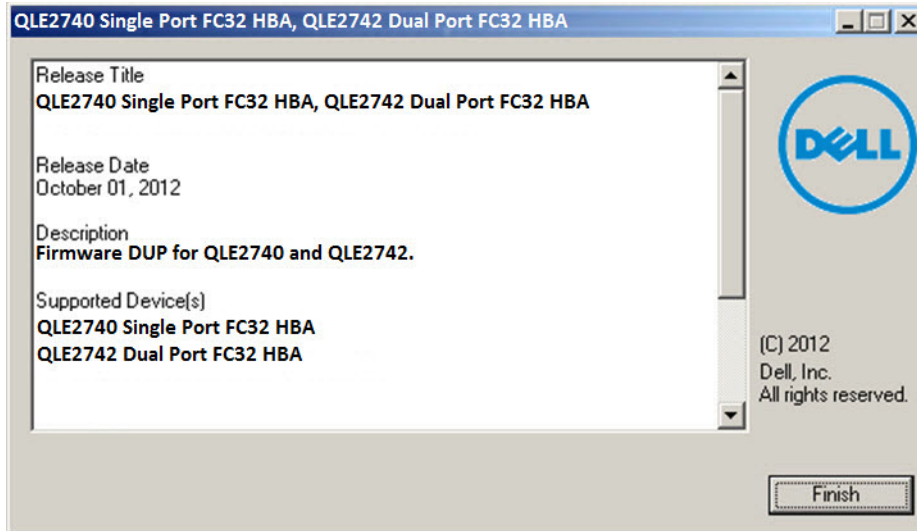

Ilustración 3-5. Finalizar instalación
5. Para completar la instalación, haga clic en **Finish** (Finalizar) (Ilustración 3-5).